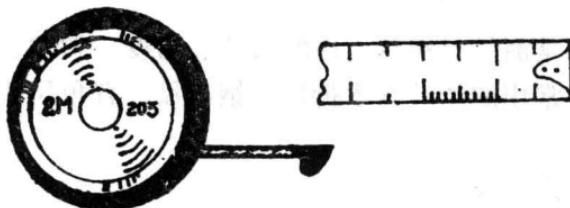

图 1-2 钢卷尺
钢卷尺规格常用的有 1 米和 2 米、3 米几种（图 1-2）。用时拉出，用后能自动卷回。 (2)